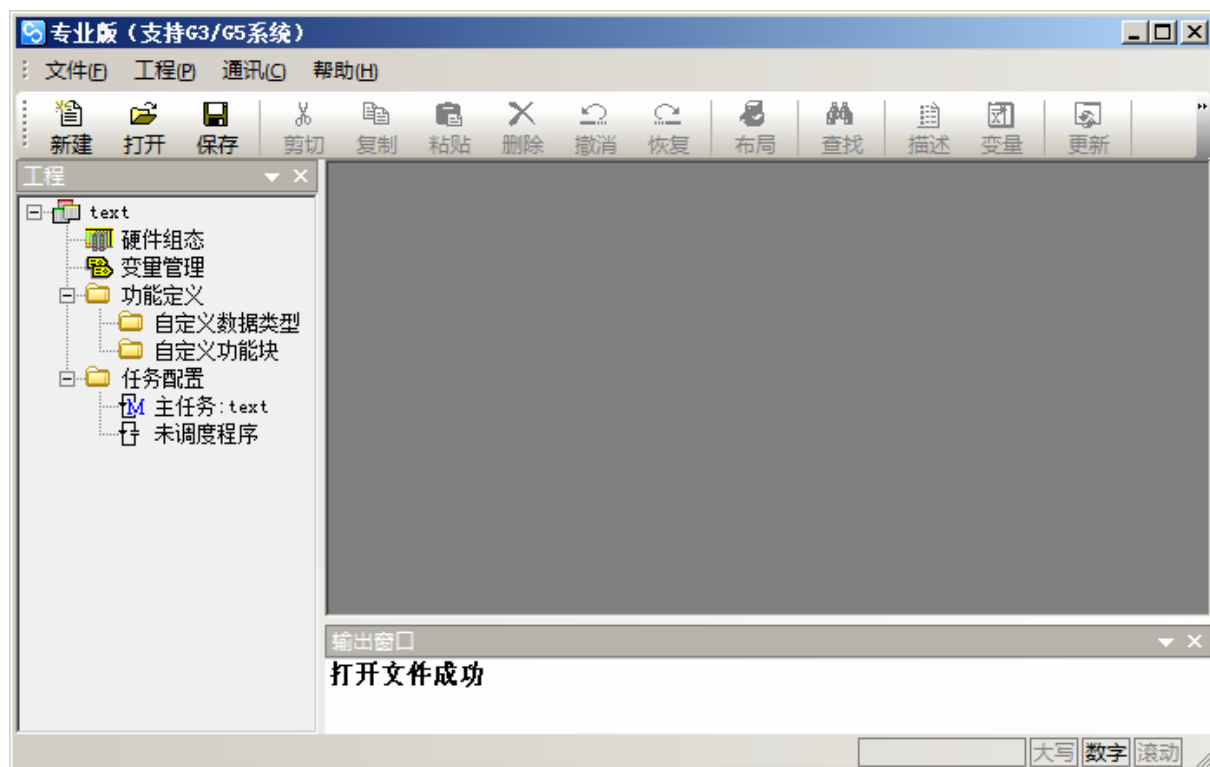
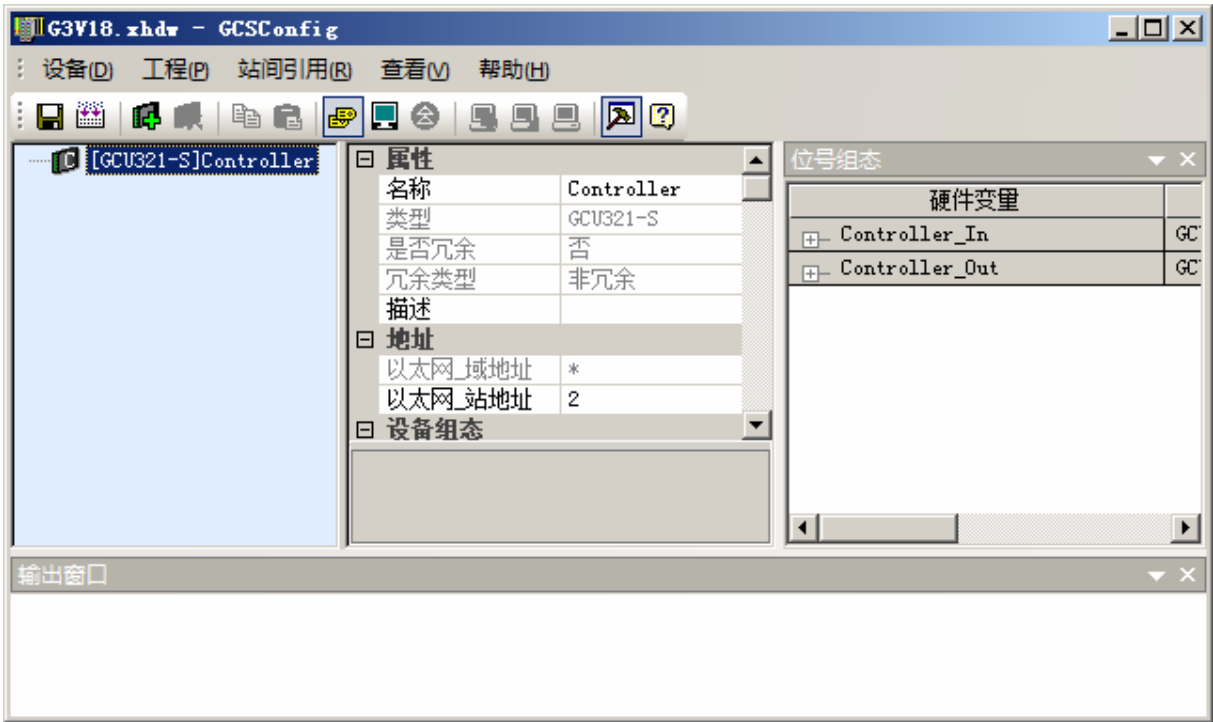

图 3-2 新建工程完成
图 4-1 硬件组态软件界面（以GCU321-S为例）
2. 完成对应的信息的设置后，点击“确定”，出现如图 3-2所示的界面。
通过以下方法，在图 3-2所示的主界面中打开如图 4-1所示的硬件组态软件界面。